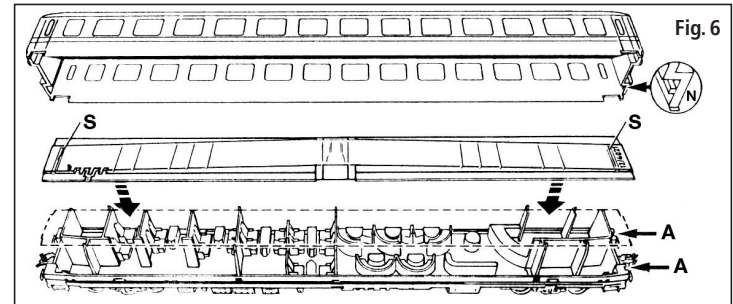

Fig. 6
Achtung: Die Nase N (der kleine Vorsprung in einer der Stirnseiten des Wagenkastens) muss sich auf der Seite der Aussparungen A befinden (Fig. 6).
6. Lichtleiter so auf die Inneneinrichtung legen, dass sich die Ziffern (z. B. „12/4021“) auf der Seite des Wagens mit den Aussparungen A befinden (Fig. 6). Die Stege S sichern den Lichtleiter auf der Inneneinrichtung gegen Verschieben in Längsrichtung.
6. Lay the optical fibre onto the internal works in such a way that the digits (for ex. „12/4021“) are on the side of the carriage with the recesses A (Fig. 6). The bars S secure the optical fibre on the internal works against being moved longitudinally.
Attention: The step N must be located at the side of recess A (Fig. 6).
6. Placez la platine sur la garniture intérieure de façon à ce que le marquage (par ex. „12/4021“) se situe du côté de la voiture où se trouvent les évidements A (Fig. 6). Les éléments S évitent le déplacement longitudinal de la platine sur la garniture intérieure.
Attention: La partie en saillie N doit se trouver du côté des évidements A (Fig. 6).